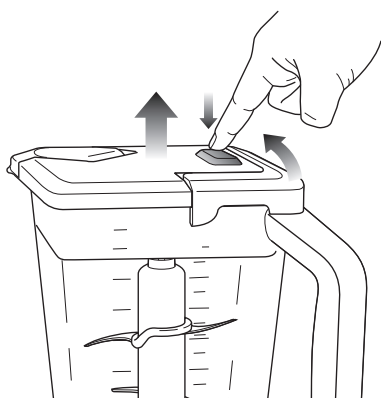

Fig. 6
- 7 Si les ingrédients collent aux parois du pichet, éteignez l'appareil en appuyant sur le bouton de mise en marche (⏻) et attendez que les lames cessent de tourner. Ensuite, enlevez le couvercle en enfonçant le bouton de dégagement et en tirant la poignée vers le haut. (Fig. 6) Utilisez une raclette de caoutchouc pour déloger les aliments collés aux parois, remettez le couvercle et continuez le mélange.